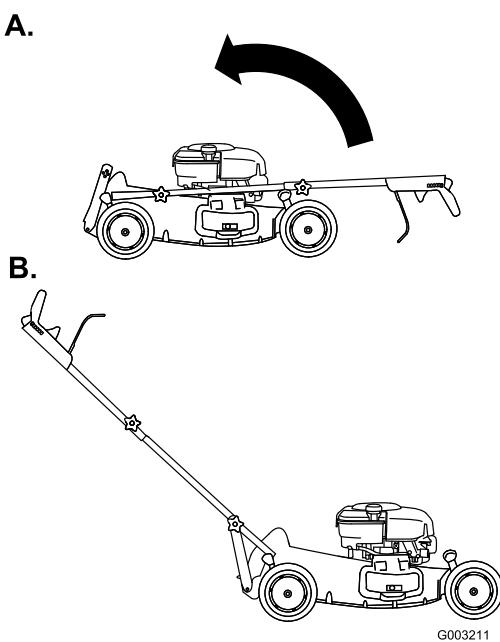

Figure 6
- Rabatbez le guidon en arrière (Figure 6).